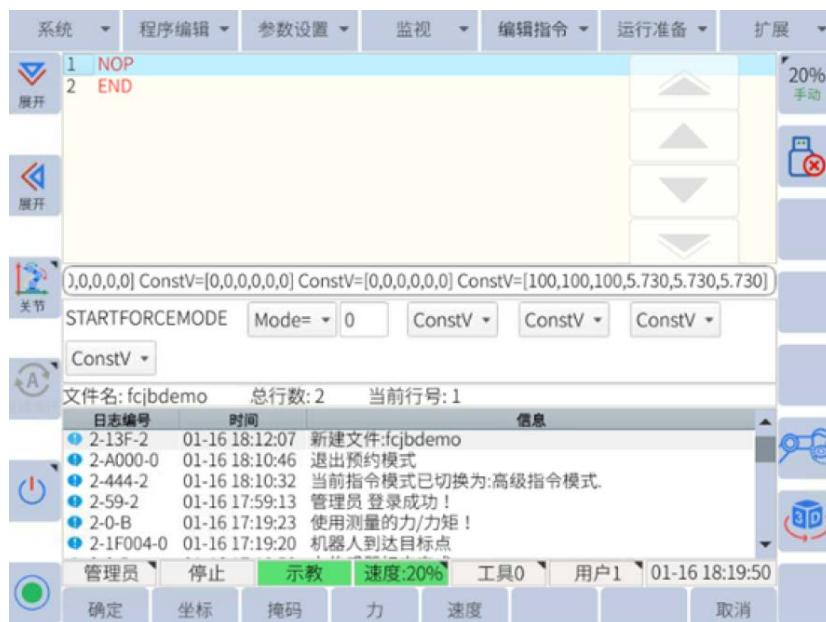

图 6-48：修改V变量为ConstV
- 用户还可以通过点击 “V” 右侧的下拉框将所有的 “V” 变量修改为 “ConstV”，如图 6-48 所示：